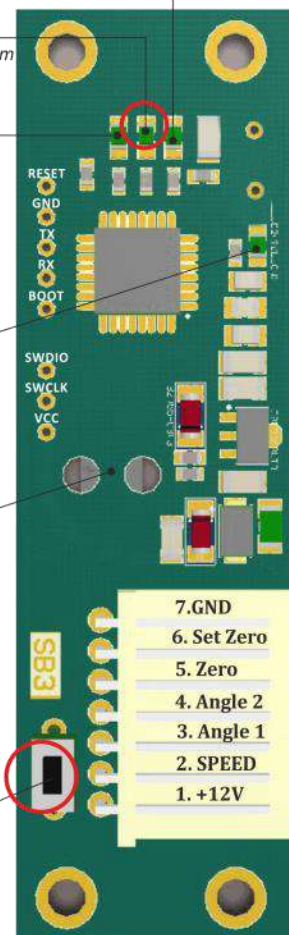

Рис. 19 – Плата магнитного датчика PCB 730.01
1. На плате магнитного датчика (Рис. 19) нажать и удерживать кнопку установки нулевого положения (необходимо следить, чтобы усилие нажатия на кнопку не прогибало плату);
4. После отпускания кнопки на плате магнитного датчика должен загореться светодиод индикации нулевого положения (Рис. 19);